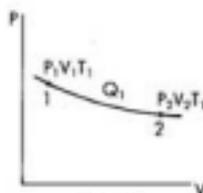

Fig. 12
*Expansión isotérmica desde el estado 1 al estado 2 (fig. 12)*